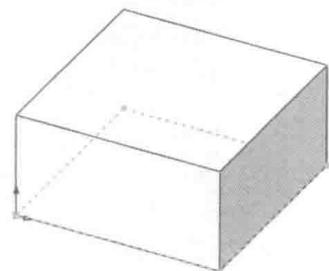

图 1-15 拉伸结果
(8) 在“方向 1”下，将“给定深度”值改为 60，单击“确定”按钮 \checkmark ，完成拉伸基体操作，结果如图 1-15 所示。